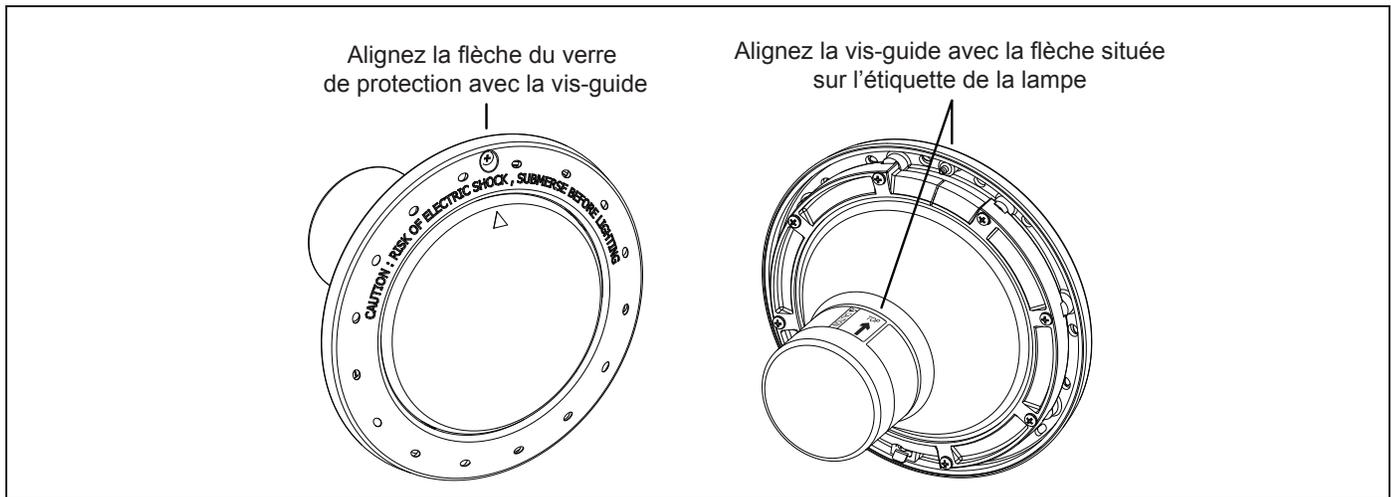

Figure 2. Alignement du verre de protection, de la bague avant, du boîtier et des crochets supports des lampes blanches de piscine
- Positionnez le verre de protection et le joint sur la lampe. Placez la bague avant et le crochet-support sur le verre de protection et mettez la vis-guide en face de la petite flèche qui se trouve sur le devant du verre de protection. Notez que la petite flèche qui se trouve devant le verre de protection et que la vis-guide de la bague avant doivent être alignée avec la flèche de l'étiquette de la lampe indiquant « La flèche de cette étiquette doit être mise en face de la vis-guide de la bague avant ». Voir la Figure 2.
- Répartissez le crochet-support du bas sur le câble électrique et faites-le glisser à l'arrière de la lampe sur le crochet-support du haut. Voir la Figure 2.
- Serrez les huit (8) vis cruciformes de la lampe de piscine ou les six (6) vis cruciformes de la lampe de spa en serrant tour à tour les vis qui sont en face l'une de l'autre. Serrez les vis à environ 20 po-lbs (2,2 Nm). Ne les serrez pas plus qu'il ne faut.